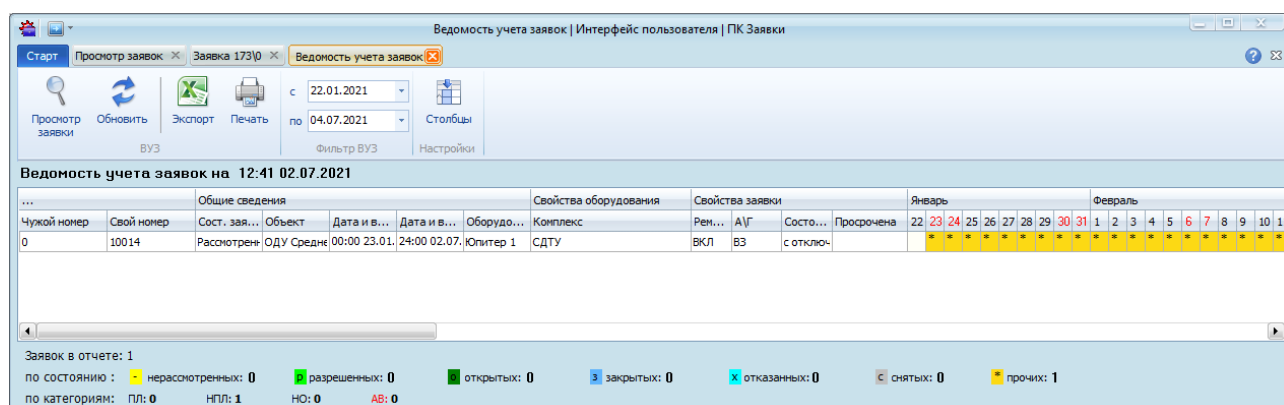

Рисунок 11.48 – Несовместимое оборудование на диаграмме
Для отображения несовместимого оборудования на диаграмме необходимо из раскрывающегося списка по нажатию кнопки « Несовместимое оборудование» выбрать пункт «Сравнить», после чего откроется ВУЗ с несовместимым оборудованием (Рисунок 11.48).
**Внимание!** Заявка, для которой производился анализ на совместимость, в ВУЗ не отображается. Совокупный срок анализируемой заявки выделяется в ВУЗ красной штриховкой (Рисунок 11.48).